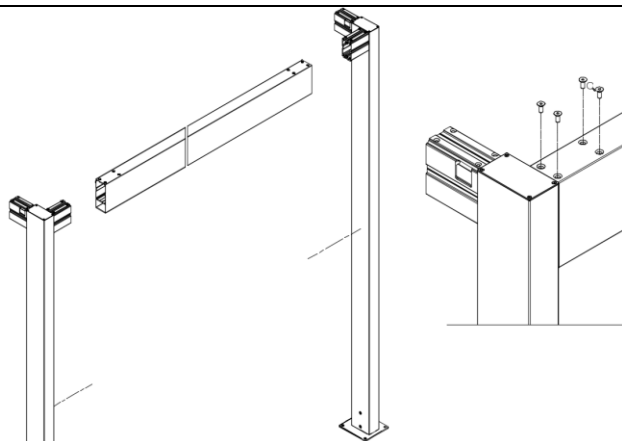

Figure 24
4. Assemblez séparément le cadre transversal en le glissant dans la poutre transversale (celle sans les montants du mur) aux deux extrémités des poteaux précédemment assemblés (fig. 24 à gauche). Veillez à l'alignement correct
5. Vissez les angles par le haut avec des vis comme au point 3 (fig. 24-droite).